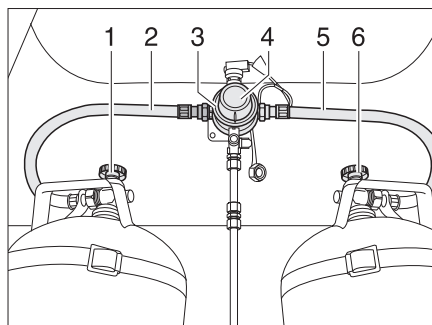
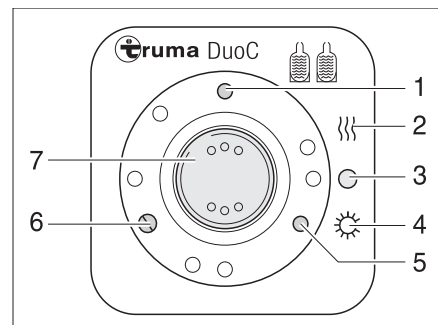

Bild 177 DuoControl-Umschaltanlage
Bild 178 Bedieneinheit
Die DuoControl-Umschaltanlage besteht aus einem Umschaltventil (Bild 177,3) und der Bedieneinheit (Bild 178). Das Umschaltventil ist zwischen den Gasschläuchen (Bild 177,2 und 5) montiert. Mit dem Drehknopf (Bild 177,4) am Umschaltventil kann bestimmt werden, welche der Gasflaschen als Betriebsflasche und welche Gasflasche als Reserveflasche verwendet wird.
An der Bedieneinheit (Bild 178) können nur die elektrischen Funktionen geschaltet werden. Die Haupt-Absperrventile der Gasflaschen (Bild 177,1 und 6) müssen von Hand geöffnet werden.
Das Umschaltventil gewährleistet einen konstanten Gasdruck, unabhängig davon, welche Gasflasche Gas liefert. Die zwei Kontroll-Leuchten an der Bedieneinheit zeigen den Füllstand der Betriebsflasche an. Wenn die grüne Kontroll-Leuchte (Bild 178,6) leuchtet, ist die Betriebsflasche voll. Wenn die rote Kontroll-Leuchte (Bild 178,5) leuchtet, ist die Betriebsflasche leer. Die Gasversorgung erfolgt dann über die Reserveflasche.
- Die Haupt-Absperrventile an den Gasflaschen (Bild 177,1 und 6) öffnen.
- Mit dem Drehknopf (Bild 177,4) am Umschaltventil (Bild 177,3) die Gasflasche wählen, der vorrangig das Gas entnommen werden soll (Betriebsflasche). Den Drehknopf immer bis zum Anschlag drehen.
- An der Bedieneinheit (Bild 178) die DuoControl-Umschaltanlage einschalten. Dazu den Wippschalter (Bild 178,7) auf Winterbetrieb "Fernanzeige Ein und Heizen" (Bild 178,2) oder auf Sommerbetrieb "Fernanzeige Ein" (Bild 178,4) stellen. Das Umschaltventil ist jetzt entlüftet. Die gelbe Kontroll-Leuchte (Bild 178,1) leuchtet, wenn Winterbetrieb gewählt wird und die Regler-Enteisungsanlage eingeschaltet ist.
- Den Wippschalter (Bild 178,7) auf "O" (Bild 178,3) stellen. Die gelbe Kontroll-Leuchte (Bild 178,1) erlischt.
- Die Haupt-Absperrventile an den Gasflaschen (Bild 177,1 und 6) schließen.
Die Kontroll-Leuchten an der Bedieneinheit (Bild 178,5 und 6) signalisieren im Fahrzeuginneren, ob die Betriebsflasche betriebsbereit ist.
Wenn die grüne Kontroll-Leuchte (Bild 178,6) während des Betriebs erlischt und die rote Kontroll-Leuchte (Bild 178,5) aufleuchtet, ist die als Betriebsflasche gewählte Gasflasche leer und muss gewechselt werden. Die Reserveflasche versorgt die Gasverbraucher weiterhin mit Gas.